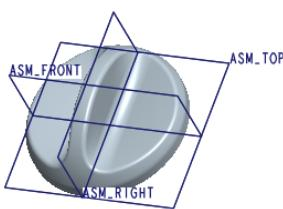

图 11.13 参考点组装完成后
Step3. 系统弹出“元件放置”操控板，在“约束”类型下拉列表中选择  **默认** 选项，将参考模型按默认放置，再在操控板中单击  按钮。参考件组装完成后，组件的基准平面与参考模型的基准平面对齐，如图 11.13 所示。